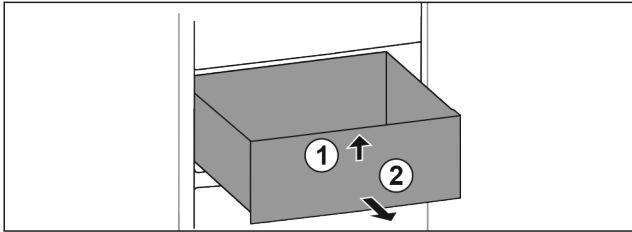

Fig. 13
- ▶ Vorne anheben Fig. 13 (1).
- ▶ Nach vorne entnehmen Fig. 13 (2).